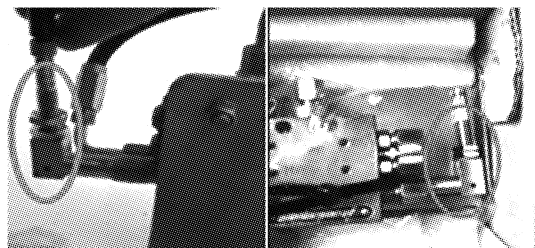

图4 分配器接近开关状态检查对照图
(1) 优化油脂油位电缆电源插头制作,将插头安装螺钉紧固到位,保证接线牢靠,避免出现虚接的情况;此外,对于分配器上接近开关安装螺栓,增加总装厂内进行手动复验的环节。如下图4所示